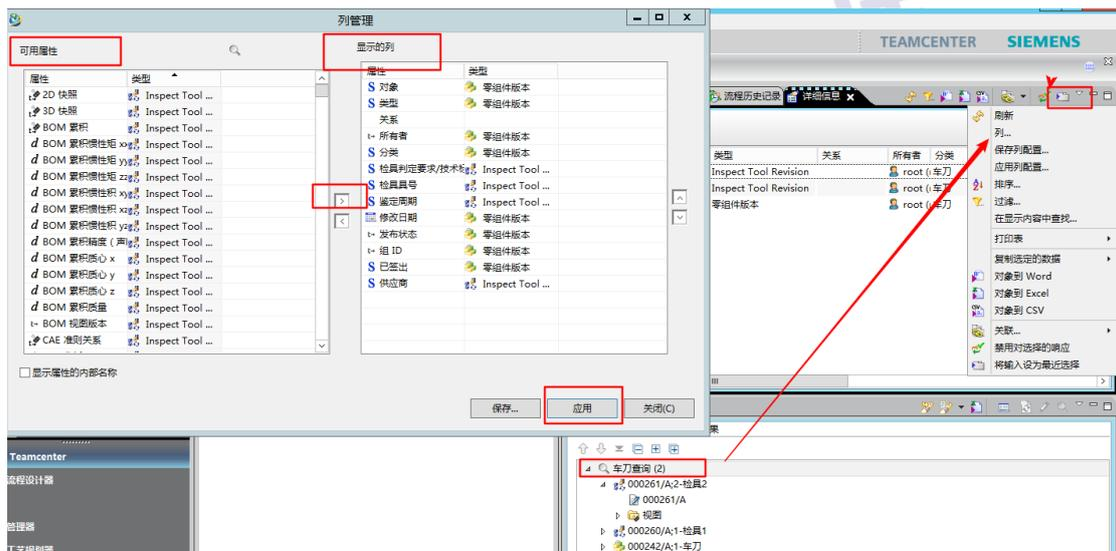

图 3
(3) 选择“车刀查询”，在“详细信息”视图中配置列，将需要的属性添加至显示列中。(如图3)